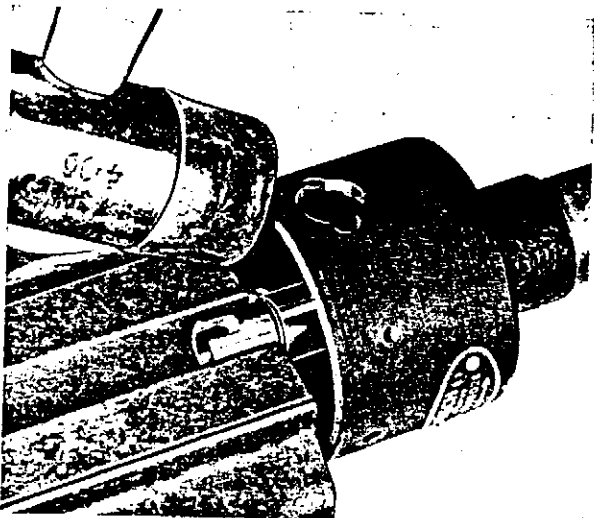

Abb. 106 Ausbau des Sicherungsringes
3. Federn zum Fliehkraftversteller lösen und kennzeichnen, wie der Unterbrechernocken im Verhältnis zur Verteilerwelle angebracht ist. Unterbrechernocken in einem Schraubstock mit weichen Backen festspannen. Mit einem Kunststoffhammer vorsichtig auf das Verteilergehäuse schlagen (Abb. 106), bis der Sicherungsring (5. Abb. 103) gelöst ist.